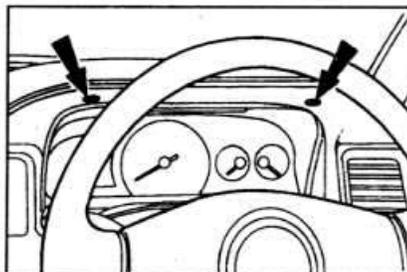

Рис. 12.50. Расположение винтов крепления декоративной накладке комбинации приборов.
- Отвинтите сверху в задней части 2 винта крепления декоративной накладке комбинации приборов и снимите ее, освобождая в нижней части из скоб крепления (см. рис. 12.50).